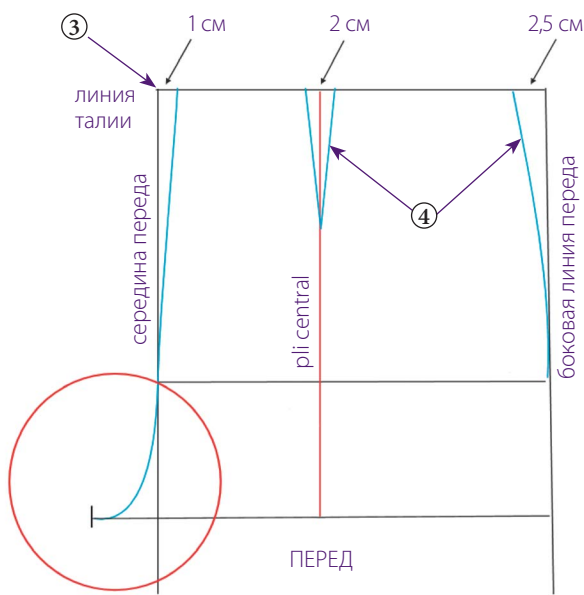

Рис. 2
③ Эту вытачку делают скорее по техническим причинам, чем по реальной необходимости, поскольку она сглаживает линию середины переда при раскрое по долевой нити. В зависимости от телосложения (например, в случае несколько округлого живота) раствор этой вытачки можно отогнуть влево или вправо от вертикальной средней линии. Отмерьте 1 см от середины переда и от этой точки проведите прямую до линии бедер (синяя линия на рис. 2). Раствор этой вытачки будет отрегулирован во время примерки.
Пример: окружность бедер = 92 см, талии = 70 см. Разница между ними составляет 22 см, которые делятся на 4 = 5,5 см раствора каждой вытачки. То есть на каждой из четырех частей брюк, использованных в качестве примера, вам нужно убрать на талии по 5,5 см (рис. 2), распределяя их между боковыми вытачками (2,5 см), вытачками середины переда (2 см) и вытачкой на середине переда/спинки (1 см), хотя последние вытачки на этом этапе уже заданы.